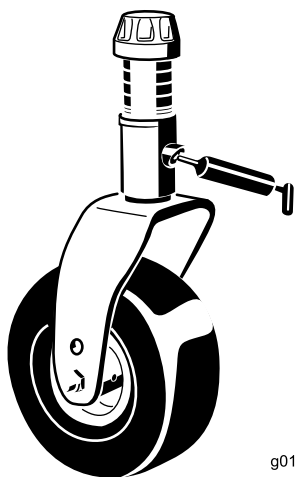

Figura 84
- Casquillo del eje de la horquilla de la rueda giratoria (1) (Figura 84)
- Casquillo del pivote del brazo tensor – situado en el brazo tensor (1)